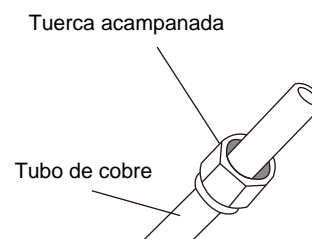

Fig. 6.3
- 3) Coloca tuerca acampanada en ambos extremos del tubo. Asegúrate de que están orientadas en la dirección correcta, porque no puede ponerlas o cambiar su dirección después del abocardado. Véase la Fig. 6.3.